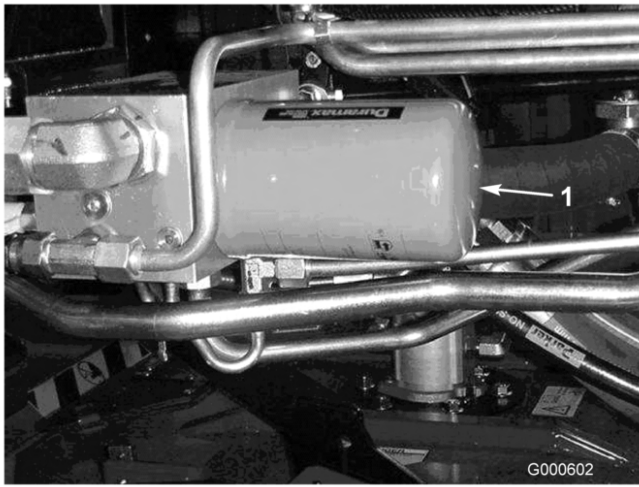

図 55
2. フィルタ容器の周辺をウェスできれいにぬぐう。フィルタ (図 54と図 55) の取り付け部周辺をきれいにふき、下に廃油受けを用意し、フィルタを外す。